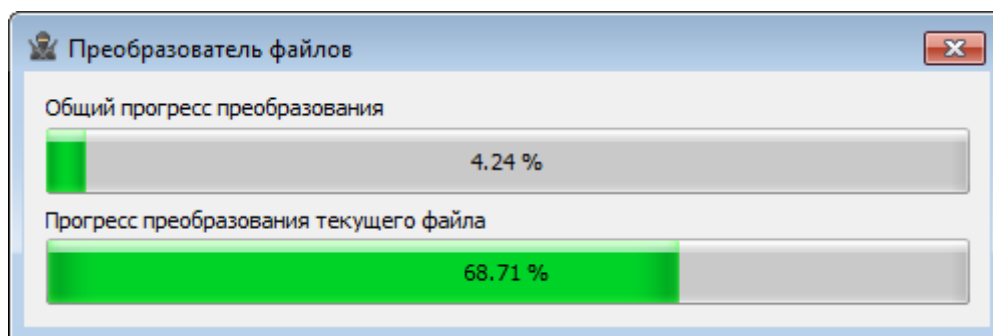

Рис. 3.2 Программа «Преобразователь файлов»
5. Запустится процесс конвертация файлов, состояние которого можно отслеживать в программе «Преобразователь файлов» (Рис. 3.2).